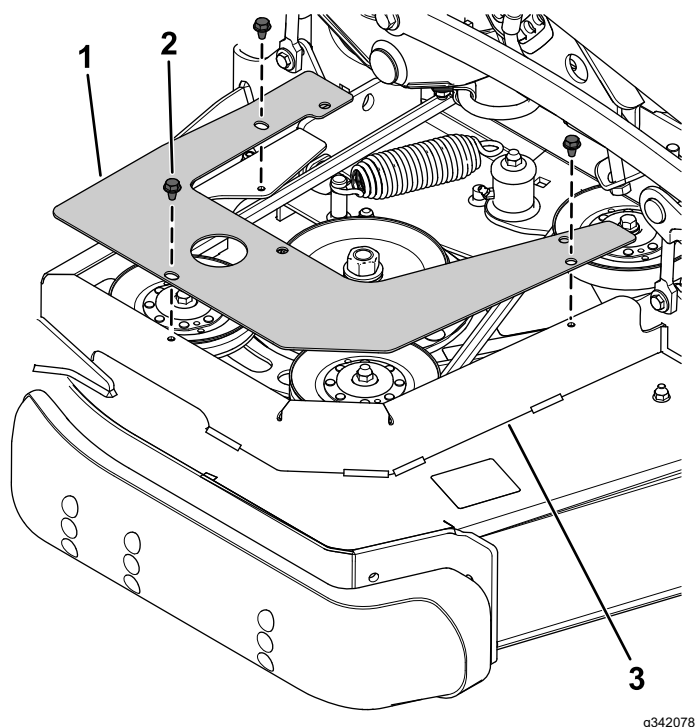

Figura 3
1. Sujete el soporte de montaje del protector de las poleas del lado derecho al protector de la correa con los 3 tornillos autorroscantes que retiró anteriormente (Figura 3).